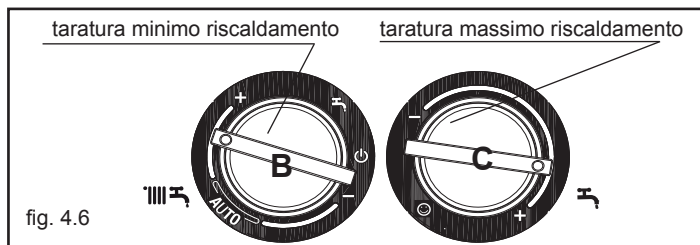

fig. 4.6
- ruotare la manopola di regolazione temperatura acqua riscaldamento B (fig. 4.6) fino a raggiungere il valore di minimo riscaldamento come indicato nella tabella multigas a pagina 9
- ruotare la manopola di regolazione temperatura acqua sanitario C (fig. 4.6) fino a raggiungere il valore di massimo riscaldamento come indicato nella tabella multigas a pagina 9